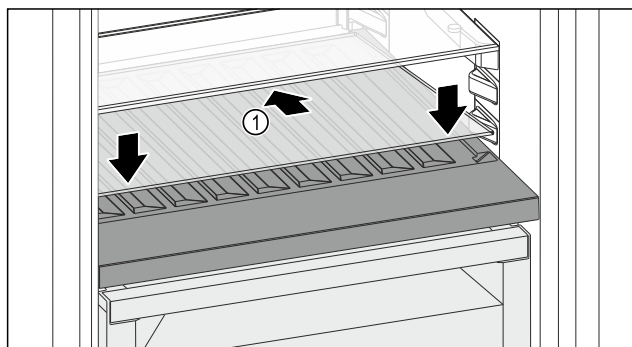

Fig. 155
- Glasplatte Fig. 155 (1) schräg und nach hinten unten geneigt ansetzen.
- Glasplatte Fig. 155 (1) vorne absenken.